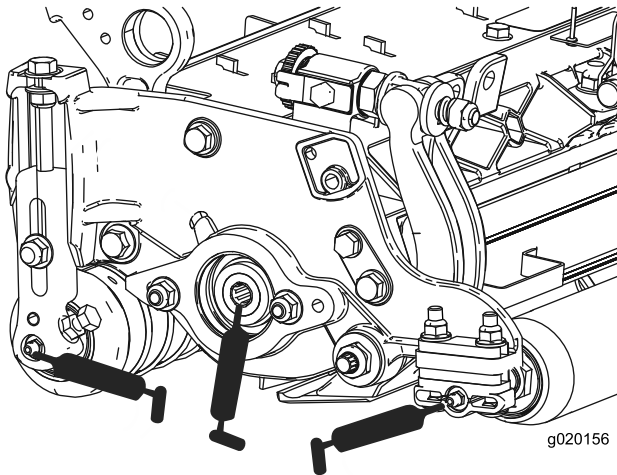

Figura 24
Los puntos a lubricar son el rodillo delantero (2) y el rodillo trasero (2). También, después de cada 250 horas de uso o cada vez que se retire el motor de molinete de la unidad de corte, aplique grasa al inserto acanalado (Figura 24).